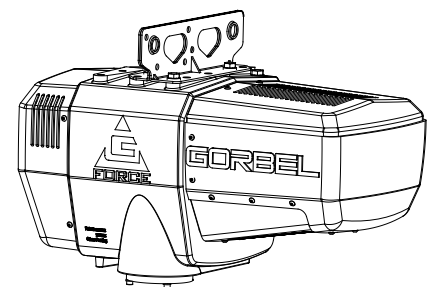

Figure 3B. Ensemble actionneur standard avec chariot adaptateur universel.
Lorsqu'un G-Force^{MD} Gorbel^{MD} est utilisé sur un système de pont non fabriqué par Gorbel^{MD}, un chariot adaptateur universel est requis (**Figure 3B**). **Remarque** : Le client doit fournir deux (2) chariots de palan si l'appareil est utilisé dans un système de pont non fabriqué par Gorbel^{MD}.